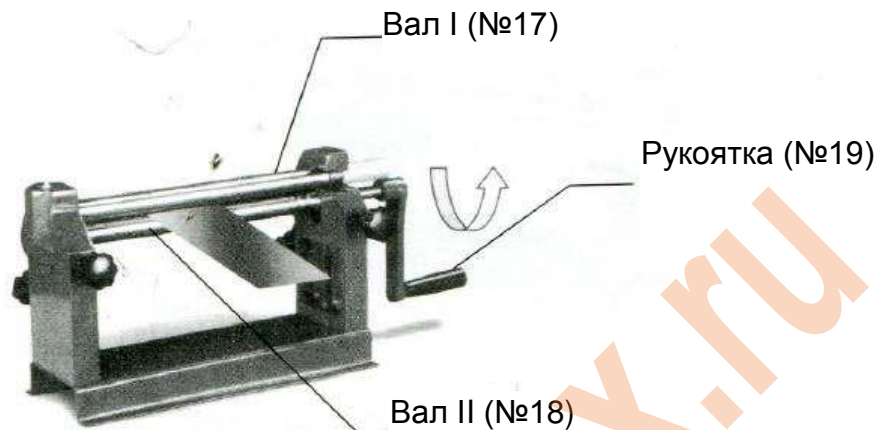

Рисунок 3 – Загрузка заготовки
- Шаг 2: Поместить край заготовки между ВАЛОМ I (№17) и ВАЛОМ II (№18). См. Рисунок 3.